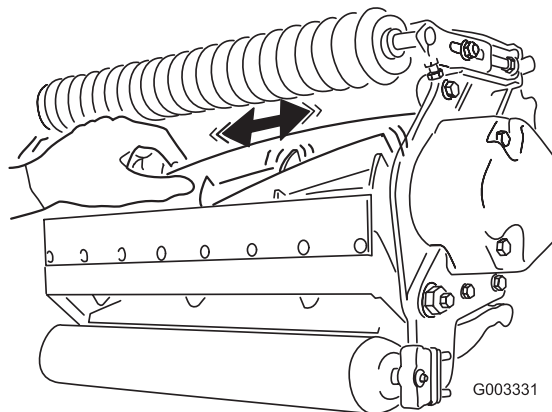

Figure 19
2. Tenez la lame du cylindre avec un gant épais ou un chiffon et essayez de faire bouger le cylindre latéralement (Fig. 19).